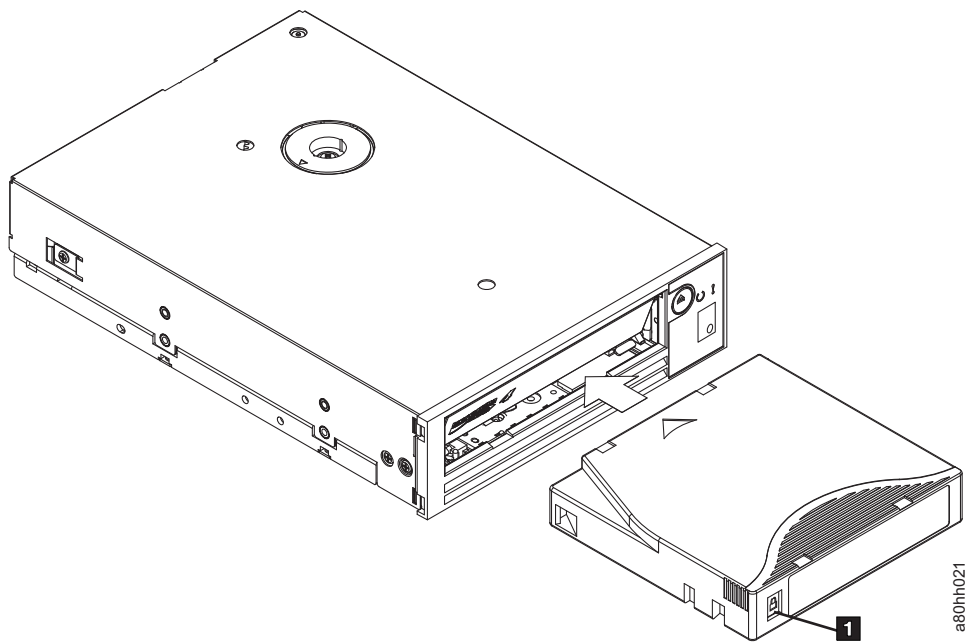

图 6. 将盒带插入磁带机
3. 握住盒带，使写保护开关面向您（请参阅第 15 页的图 6 中的 **1**）。